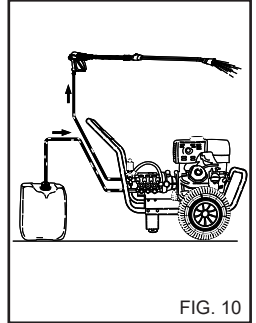

FIG. 10
1) Depois de usar o detergente, enxágue o circuito de sucção; enfie o tubo de sucção (fig. 10) de detergente num tanque contendo água limpa e faça com que a bomba funcione por um minuto com a torneira de dosagem completamente aberta e com a lança em fase de saída de detergente.
- 4) Depois da utilização do detergente, enxágue o circuito de sucção; enfie o tubo de sucção (fig.10) de detergente num tanque contendo água limpa e faça com que a bomba funcione por 1 minuto com a lança em fase de saída de detergente.